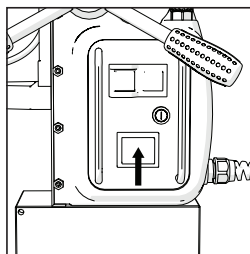

FIG. 4a
- Actionnez l'interrupteur à bascule Rouge sur le tableau de commutation de la machine pour magnétiser l'aimant. **(Fig. 4a)**